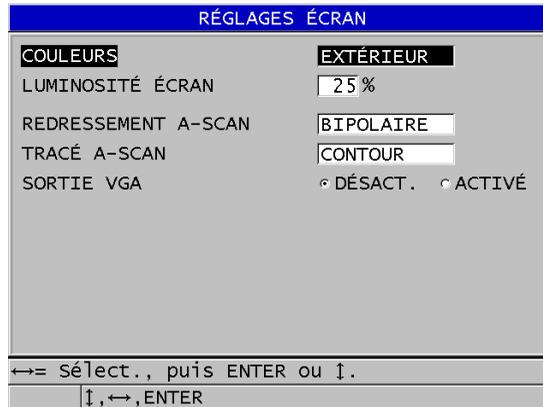

Figure 4-3 Écran RÉGLAGES ÉCRAN
2. Dans l'écran **RÉGLAGES ÉCRAN** (voir la Figure 4-3 à la page 60), sélectionnez le paramètre désiré et la valeur des paramètres suivants :